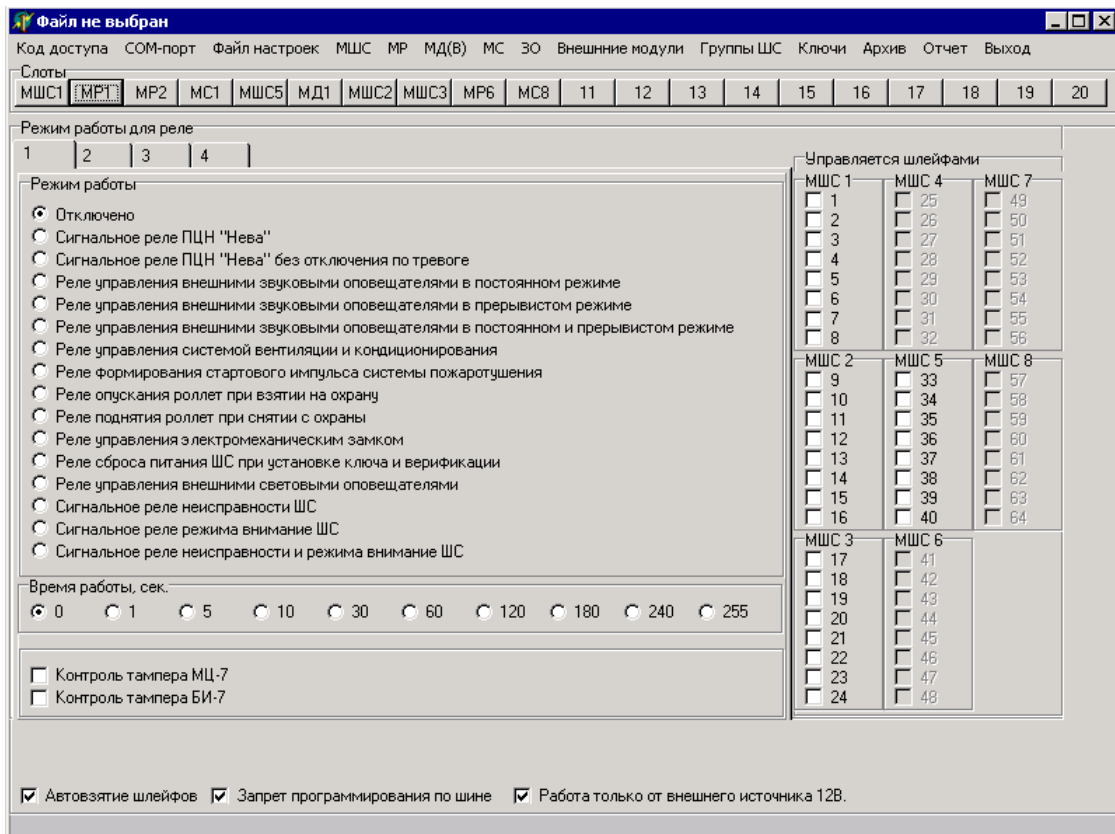

Рисунок 10
Панель каждого МР состоит из четырёх закладок, номера которых соответствуют номерам реле прибора (рисунок 10):
2.1.3.7 При программировании режима работы каждого реле любого МР прибора на панели «Управляется шлейфами» находится список, состоящий из 64-х ШС. Доступными для программирования в списке являются те ШС, которые реально включены в конфигурацию прибора (рисунок 10).